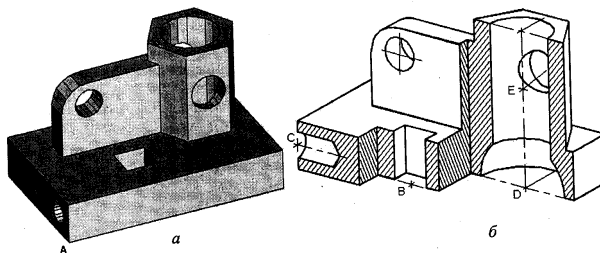

Рис. 1
Построим модель детали, показанную на рис. 1. и чертеже рис.2. Первоначально необходимо построить элементы, образующие модель, затем применить к ним операции сложения, вычитания, пересечения, редактирования.
- 6) Создайте ПСК с началом в точке А (рис. 1) ! ucs \ o \ 10,10 !
- 10) ucs \ o \ 28,17 - начало координат перенесено в точку В (рис. 1, б).
- 14) Перенесем начало координат в точку С (рис. 1, б) ! ucs \ o \ 0,7,8!.
Предварительно создадим ПСК с началом в точке D (рис. 1, б) и сохраним ее с именем 2:
29) Построим цилиндр, ось которого проходит через точку E (см. рис. 1,б) на высоте 30: ! cylinder \ центр 0,30,-15 \ радиус 5 \ высота 30 \ ПЩ (или ввод) !.
Для построения объемной модели ступенчатого разреза, показанного на рис. 1, б, необходимо рассечь объект вертикальной плоскостью, проходящей через точку С, а затем вычесть из него два параллелепипеда. Плоскости сечений можно заштриховать, предварительно устанавливая в них ПСК. Проще изменить их цвет, применив команду SOLIDEDIT, опцию color.